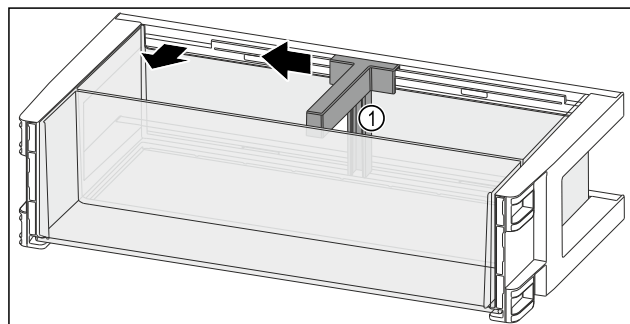

Fig. 110
- Pousser le range-bouteilles Fig. 110 (1) sur le côté jusqu'à l'évidement.
- Retirer le range-bouteilles Fig. 110 (1).